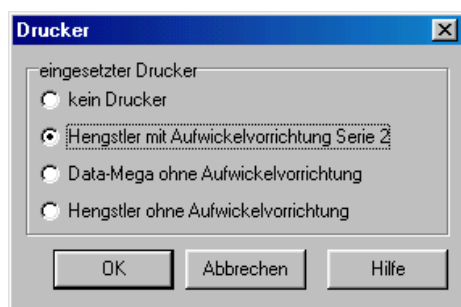

Abb. 125: Programmierung
2. Eingebauten Drucker durch Lösen der sechs Befestigungsschrauben ① entnehmen.
3. Neuen Drucker in den Einbaurahmen einsetzen und mit den sechs Schrauben ① befestigen.
4. Drucker anschließen (Flachkabel und +12 V DC Spannungsversorgung) ④ (siehe nächste Seite Abb. 125)
6. Eingebaute Plexiglasscheibe ② an den Halteclips lösen und neue Plexiglasscheibe mit dem blauen Aufkleber ③, zur Abdeckung der Papierführung, einsetzen.